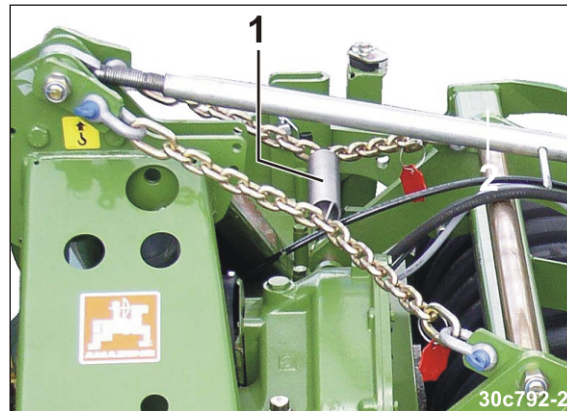

Fig. 80
6. Unir las cadenas con un resorte de tracción (Fig. 80/1). Cuando estén destensadas, las cadenas no deberían tocar la plataforma de la maquinaria de labrado.